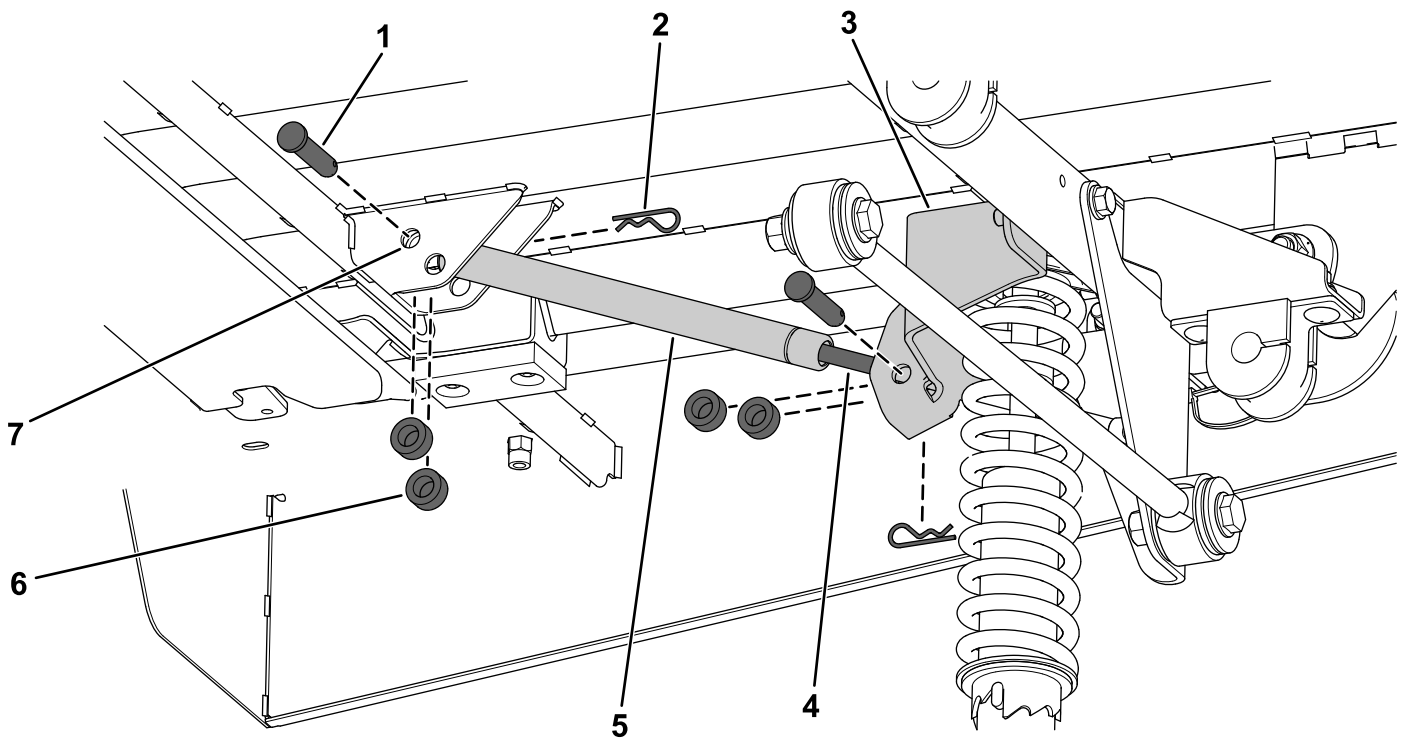

Figure 9
2. Dirigez le côté corps du ressort à gaz vers le plateau et fixez le ressort au support de levage à l'aide de 2 axes de chape, 4 entretoises et 2 goupilles fendues (Figure 9).
Veillez à utiliser les trous intérieurs du plateau lors de la fixation du ressort à gaz, comme montré à la Figure 9.